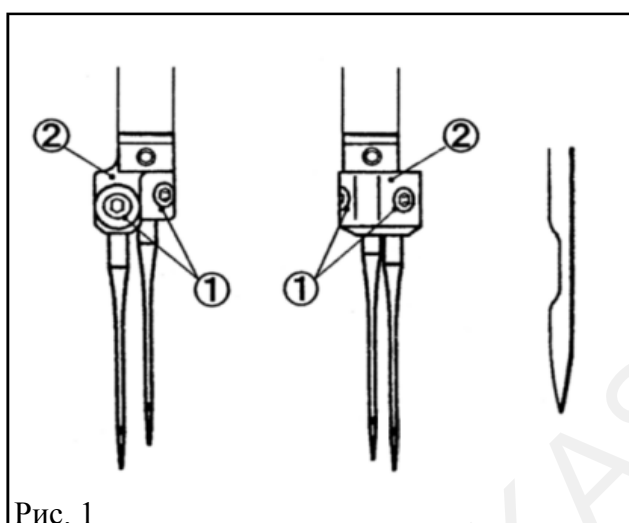
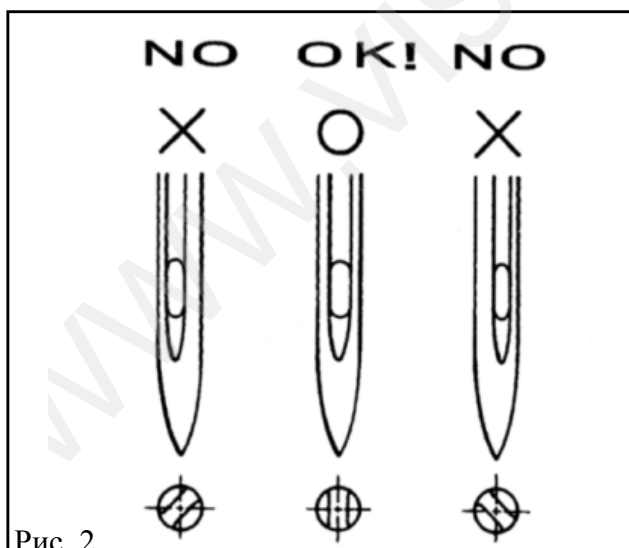

Рис. 1
Рис. 2
- (1) Отверткой ослабить винт ① (Рис.1.)
- (2) Пинцетом снять старую иглу.
- (3) Изучите рис. 2 и рис.3 и вставьте иглу в иглодержатель ②, повернув ее лицом скола прямо назад.
- (4) При помощи отвертки закрутите винт ①.